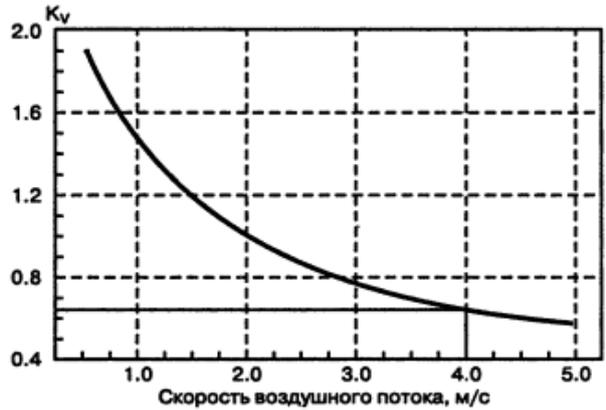

Рис. 2.32. Поправочный коэффициент на скорость воздушного потока
- скорость воздушного потока (рис. 2.32);